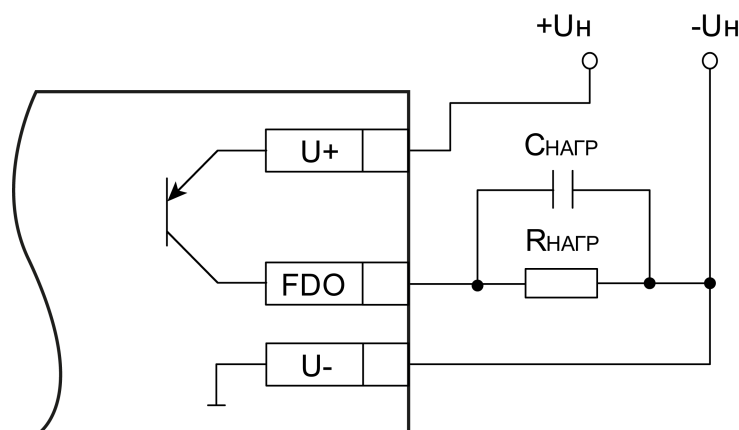

Рисунок 5.14 – Схема подключения нагрузки в режиме включения «верхний ключ»
- верхний ключ (рисунок 5.14) – для коммутации нагрузки с меньшей емкостью и большим током;